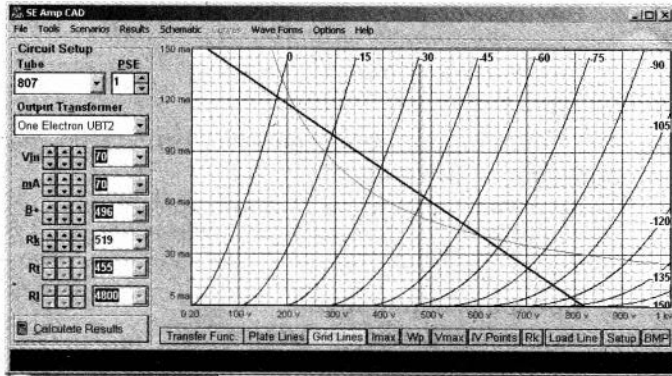

Рис.21
На рис.21 показаны характеристики лампы 807 (импортный аналог 6П7С). При этом программа на вкладке «Curves» позволяет отображать:
- прямая линия динамической характеристики УМЗЧ (Load Line) – жирная линия из верхнего левого в нижний правый угол (рис.21);
- кривая максимальной мощности ( $Wp$ ) – параболы на рис.21.